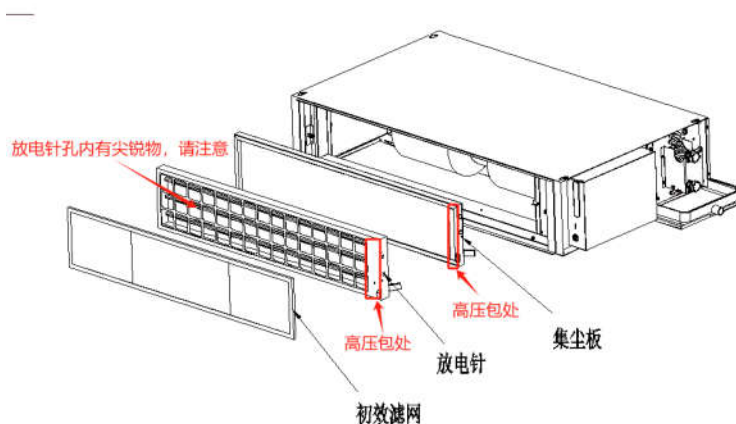

图 1.2
- 消毒组件的防护：装入消毒组件除尘模块和回风滤网时要处于干燥状态，注意高压包处不要碰水，消毒组件除尘模块内有尖锐装置，当心划伤，见图 1.2。